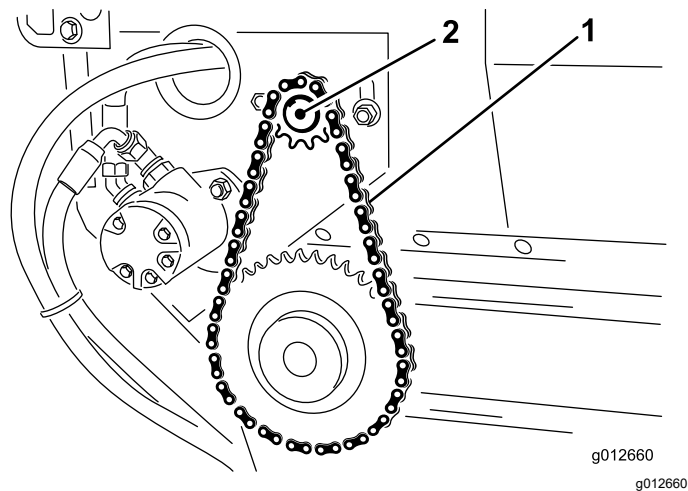

Bild 24
3. Lösen Sie die Schrauben und Muttern, mit denen der Motor und die Kettenräder am Hauptrahmen befestigt sind (Bild 24).
4. Drehen Sie die Motor- und die Kettenradbaugruppe (Bild 24) in den Befestigungsschlitzen, bis die Förderbandkette 3,2 mm auslenkt.
5. Ziehen Sie die Befestigungsschrauben fest (Bild 24).